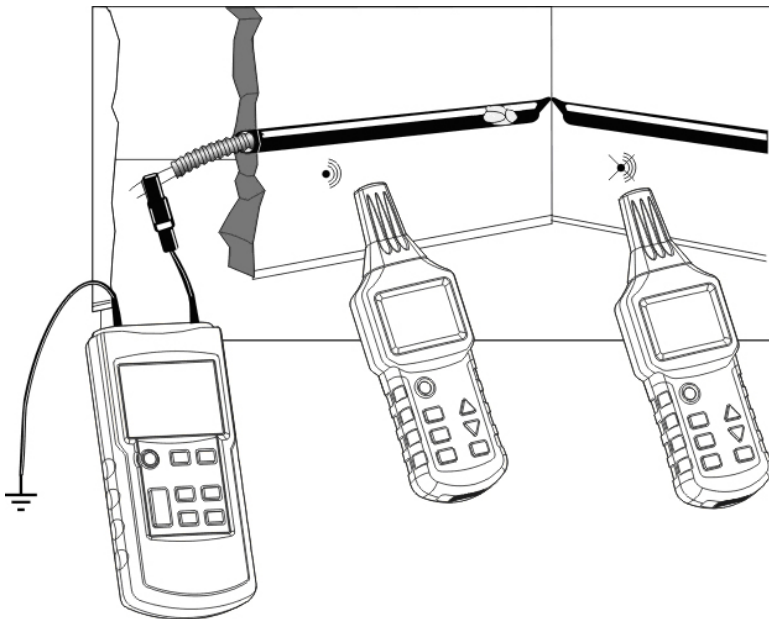

Abb.14
- Der Sender wird gemäß Abb. 14 mit einem biegsamen Metallrohr und einem Zusatzerdspieß verbunden.